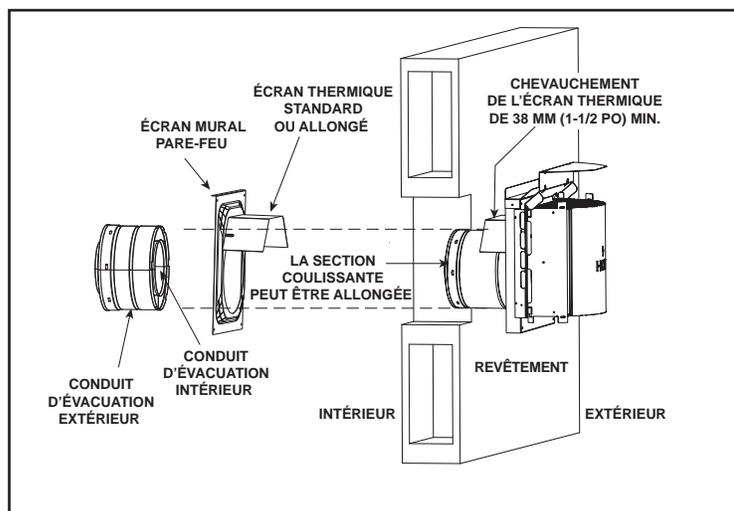

Figure 7.15 Conduit traversant le mur
- **NE PAS** enlever les écrans thermiques fixés à l'écran mural pare-feu et à l'extrémité du terminal horizontal (présenté à la figure 7.15).
L'écran thermique est en deux parties. L'une des parties a été fixée à l'écran mural pare-feu lors de la fabrication. L'autre partie a été fixée à l'extrémité du terminal lors de la fabrication. Voir la figure 7.15.